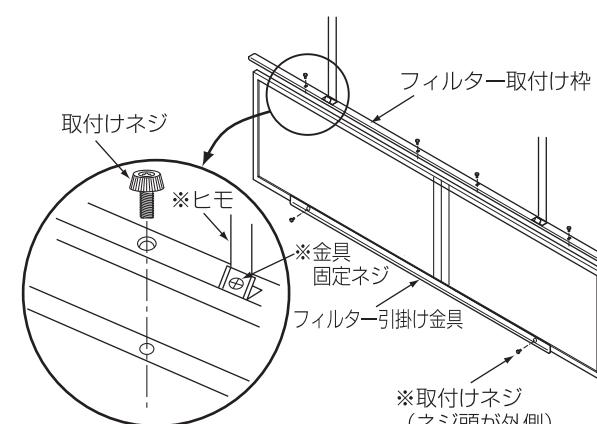
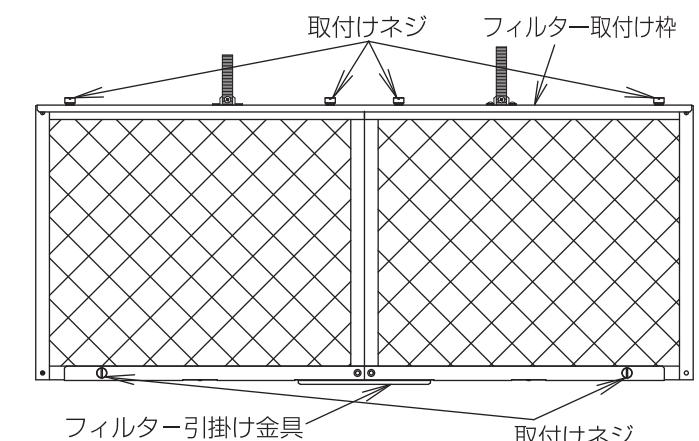

図4
図5
- フィルターと③フィルター引掛け金具を②取付けネジ(81TB, 83STBは2本、82TB, 84STBは4本使用)で固定してください。(図4, 図5)
- 1.で組立てたフィルターをフィルター取付け枠に②取付けネジ(81TB, 83STBは4本、82TB, 84STBは6本使用)で固定してください。(図4, 図5)
しっかりと取付けてください。(図5)
- フィルター取付け枠にフィルターを固定している金具取付けネジ（81TB・83STBは4本、82TB・84STBは6本使用）を外してください。(図4)
- フィルター引掛け金具にフィルターを固定している金具取付けネジ（81TB・83STBは2本、82TB・84STBは4本使用）を外してください。(図4)
必ず元の位置にしっかりと取付けてください。(図5)